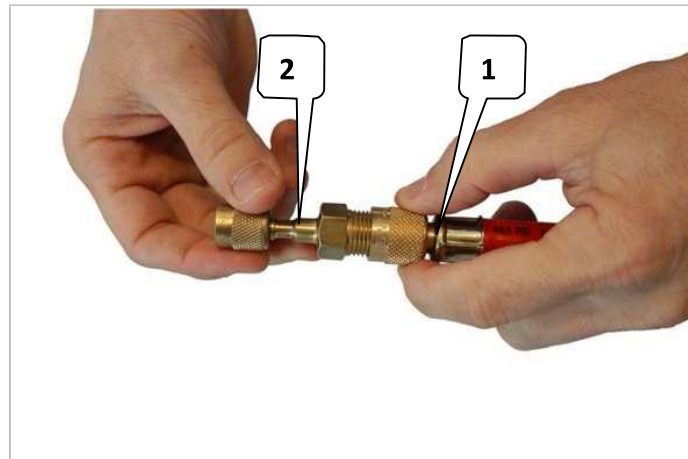
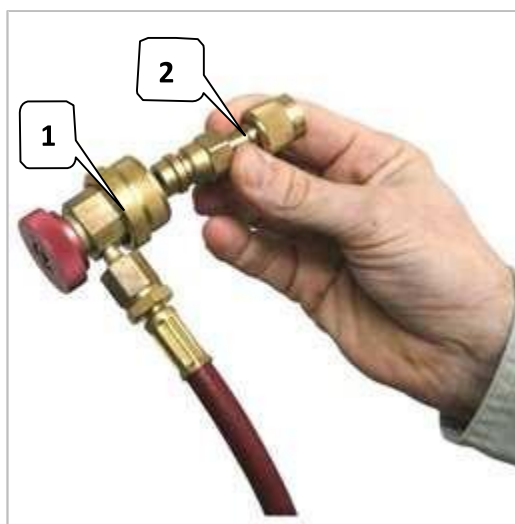
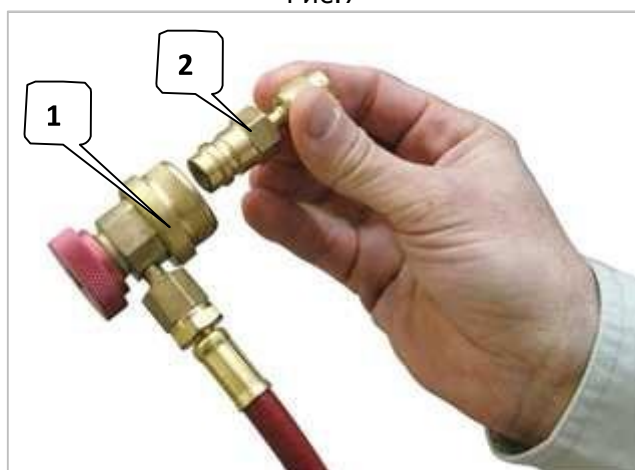

Рис.6
Рис.7
Рис.8
- На другой конец красного шланга надо накрутить адаптер **1/4" x 3/8" adapter** (part no. **3900172**) рис. 6 или **1/4" x HP R134a adapter** (part no. **3900173** рис.7) или **3/8" x HP R134a adapter** (part no. **3900174**) рис.8
Убедитесь в том что гайка на быстросъеме НР закручена (гидравлически открыто) и толстый красный шланг также подключен к элементу системы А/С который собираетесь промывать (см. рис. 6 и инструкцию к **АСКF01 параграфы 5 и 6**)